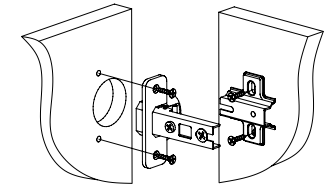

Рис.3
2. При помощи шурупов 3,5x16 установить петли накладные с евровинтом на детали 18 (2шт.); петли полунакладные- на деталь 19. Установить ответные планки петель на детали 3, 4, 6 (Рис. 3).